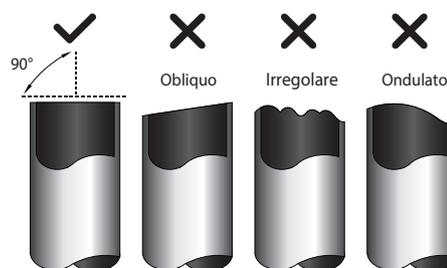

Fig. 7.1
1. Verificare che il tubo sia tagliato con un'angolazione esatta di 90°. Fare riferimento agli esempi di taglio non corretto riportati nella Fig. 7.1